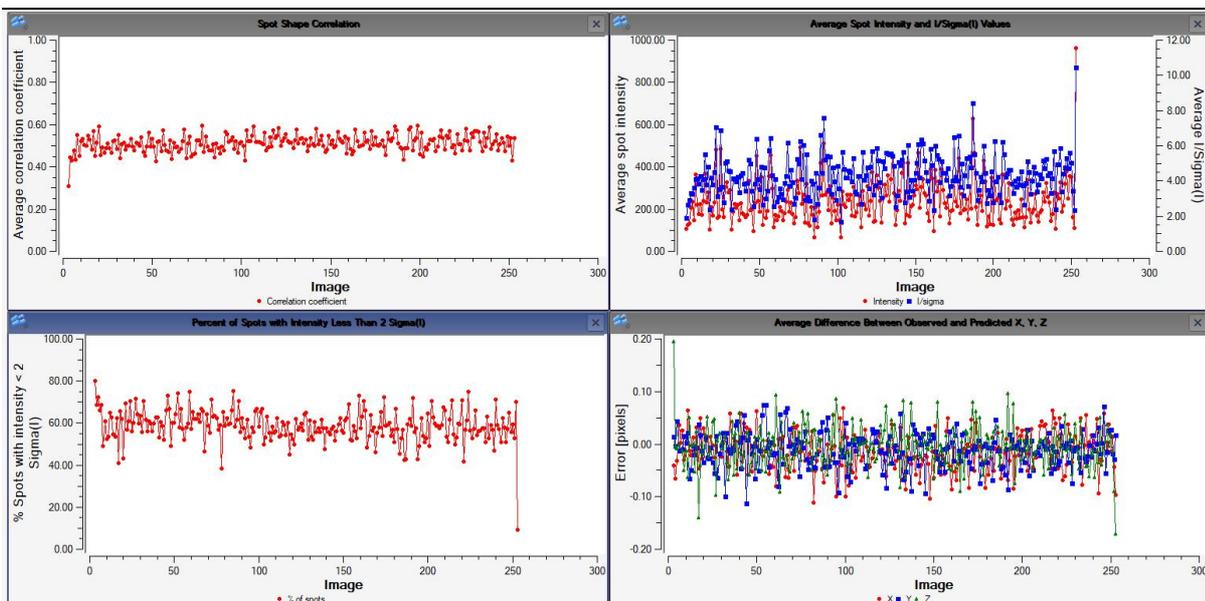

Figure 25. 评估积分情况的几个参数
- spot shape correlation, 对于较好的数据, 这条线一般会稳定在 0.6 甚至 0.8 以上, 0.4~0.6 之间, 一般为较差的数据, 0.4 以下的的数据几乎无意义, 不建议收集 (Figure 25 左上角)
- Pixel Errors 应该平均而言在 ± 0.2 之间 (Figure 25 右下角)
- average I/sigma 应该在 3 以上 (Figure 25 右上角)
- %spot intensity < 2sigma, 一般而言该数据在 0.6 以下时, 结果较好, 高于 80% 不建议收集 (该图可以通过勾选右上角 Per-image Statics 下的 % spot intensity < 2sigma(I) 得到, 在 Figure 25 左下角)